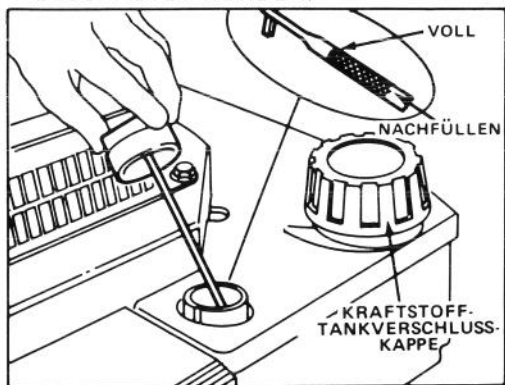

Bild 6
3. Ölmeßstab abwischen und in den Einfüllstutzen stecken. Verschlusskappe eine Vierteldrehung im Uhrzeigersinn drehen. Dann den Ölmeßstab entfernen und Ölstand prüfen (Bild 6). Ist der Ölstand niedrig, Ölstand nur bis zur VOLL-Markierung auf dem Ölmeßstab nachfüllen. NICHT ÜBER DIE VOLL-MARKIERUNG HINAUS FÜLLEN, DENN MOTOR KÖNNTE BEIM START BESCHÄDIGT WERDEN.
1. Rund um die Kraftstofftankverschlußkappe reinigen und Kappe vom Tank entfernen (Bild 6). Bei bleifreiem Benzin Kraftstofftank bis 13 mm unterhalb der Oberseite des Tanks füllen.